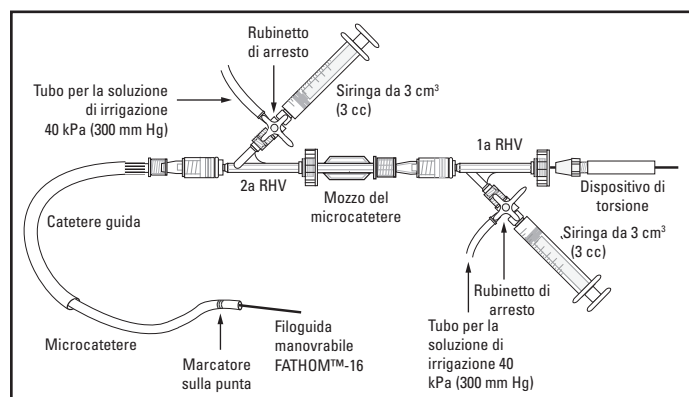

Figura 1. Esempio di configurazione per l'irrigazione continua
La Figura 1 mostra la configurazione raccomandata per l'irrigazione continua.
10. Collegare una valvola emostatica girevole (tipo Tuohy-Borst) al luer del catetere guida seguendo la Figura 1 per irrigare in modo continuo il catetere guida con soluzione fisiologica (si consiglia l'uso di una confezione a pressione).
2. Inserire con attenzione il microcatetere con il filoguida precaricato attraverso la RHV nel catetere guida in base alla **Figura 1**. Serrare il cappuccio di sfiato della RHV intorno al microcatetere per evitare il riflusso pur consentendo un certo movimento del microcatetere attraverso la valvola.
4. Impostare l'irrigazione continua usando la RHV collegata al microcatetere (fare riferimento alla Figura 1). Assicurarsi che il cappuccio di sfiato della RHV sia chiuso e irrigare il microcatetere con il filoguida precaricato.